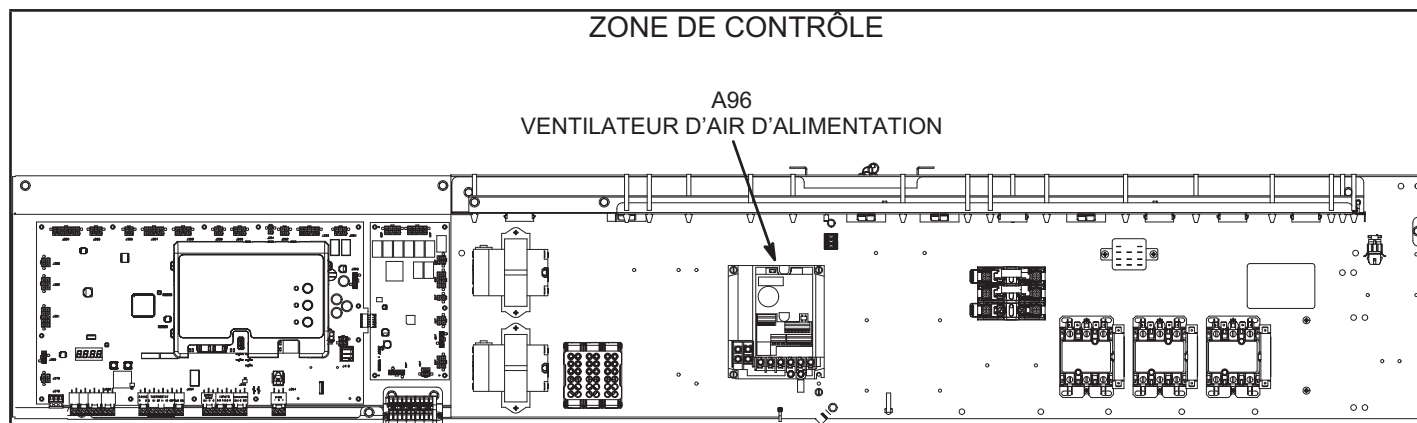

FIGURE 39
Le VFD de l'air d'alimentation (A96) est situé dans la zone du contrôleur. Reportez-vous à la FIGURE 39.
- 4 - Localisez le contrôleur de l'unité A55. Reportez-vous à la FIGURE 39.